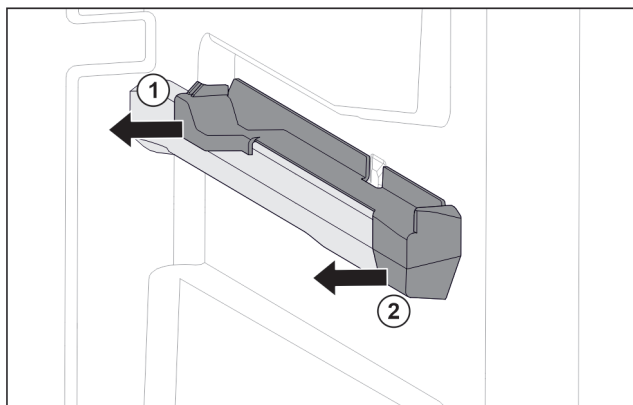

Fig. 216 Natični dio na desnom žlijebu spremnika
- ▶ Skinite natični dio straga u stranu. Fig. 216 (1)
- ▶ Skinite natični dio sprijeda u stranu. Fig. 216 (2)